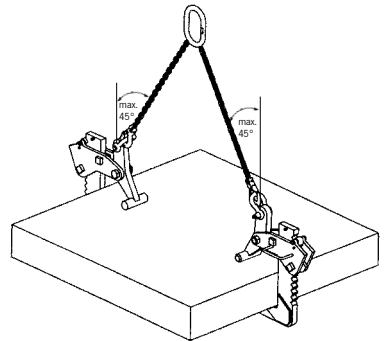

Fig. 4
- Las garras deben ser colocadas en la carga de forma que el ángulo β de inclinación nunca sea mayor de 45° (Fig. 4).